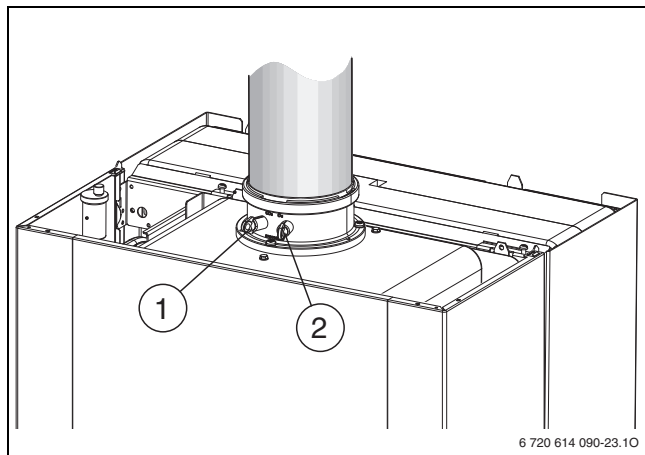

Bild 45
- ▶ Verschlussstopfen am Verbrennungsluft-Messstutzen [2] entfernen (→ Bild 45).
- Verschlussstopfen am Abgasmessstutzen [1] entfernen (→ Bild 45).